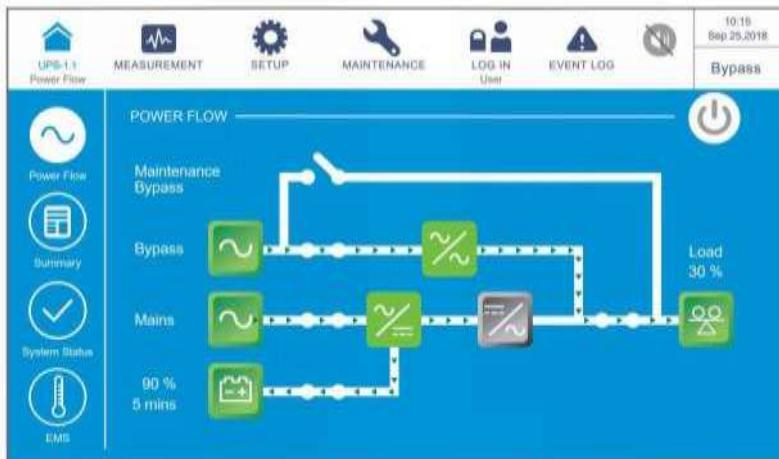

Рисунок 6-64: Экран байпасного режима
- 3 После выбора **YES** (ДА) ИБП отключит выходы силовых модулей и будет осуществлять подачу питания с байпасного источника переменного тока. Если байпасный источник переменного тока работает ненормально, то существует риск прерывания подачи питания, и подключенные важные нагрузки не будут защищены. В этот момент каждый силовой модуль продолжает заряжать батареи, трехцветный светодиодный индикатор загорается желтым цветом и появляется следующий экран (*Рисунок 6-64*). Расположение трехцветного светодиодного индикатора см. на *Рисунке 2-11*.